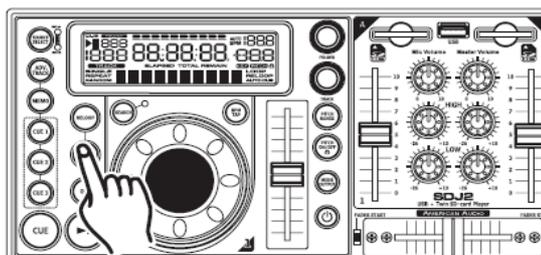

Figure 11
Un cue point è il punto esatto in cui inizierà la riproduzione quando viene premuto il PULSANTE PLAY / PAUSE (18). Un cue point può essere creato in un punto qualsiasi della traccia. Vi sono due modi possibili per impostare e creare un CUE point come mostrato nelle figure 11 e 12.
1) E' possibile premere il PULSANTE IN (25) al "volo" (mentre la traccia sta girando). Questo imposterà un "cue point" senza interrompere la musica. Premendo il PULSANTE CUE (19) si ritorna al punto appena impostato.